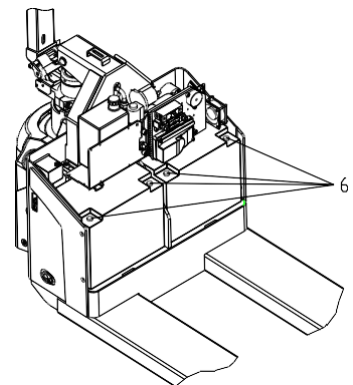

Рис. 9
- Отвинтите винт на терминале батареи. Сначала отключите положительный контакт. Избегайте короткого замыкания батареи (см. рис. 9).